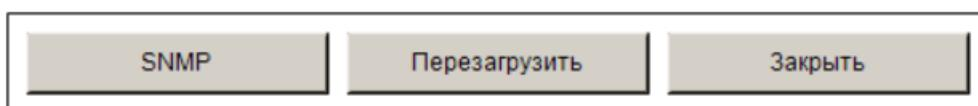
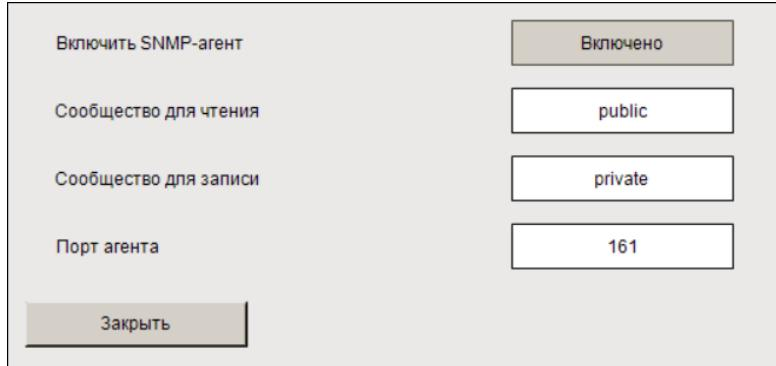

Рис. 3 – меню выбора настроек
Рис. 4 – окно настроек SNMP
5.7.3. На главной странице системы визуализации предусмотрена кнопка «Настройки» (рис. 3) перехода в меню настроек передачи данных по протоколу SNMP v2c (рис. 4).